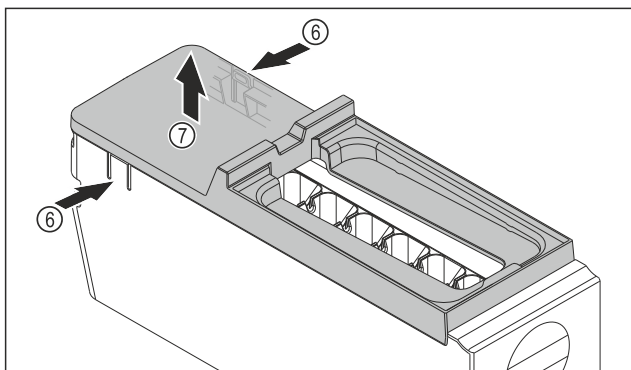

Fig. 90
- ▶ Odstráňte kryt korpusu EasyTwist-Ice: strmene Fig. 90 (6) na oboch stranách korpusu EasyTwist-Ice zatlačte rukou.
- ▶ Kryt Fig. 90 (7) odoberte druhou rukou smerom nahor.